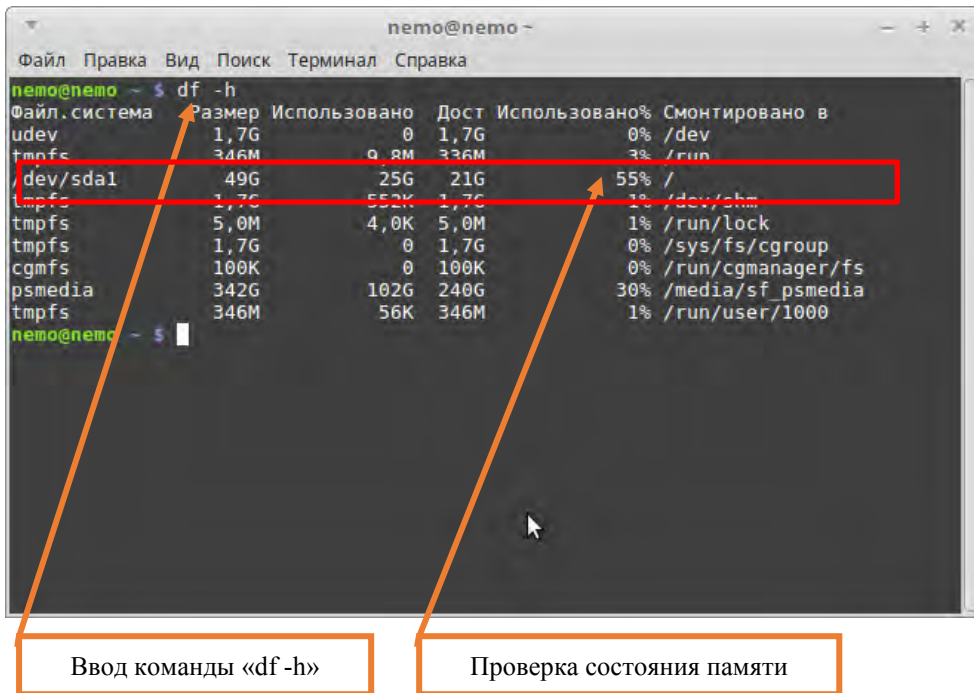

Рисунок 4. Ввод команды.
7.1.6. В «окне» терминала ввести команду «df -h» и нажать клавишу «Enter» (Рисунок 4).
7.1.7. Проверить наличие свободной памяти на жестком диске (Рисунок 4).